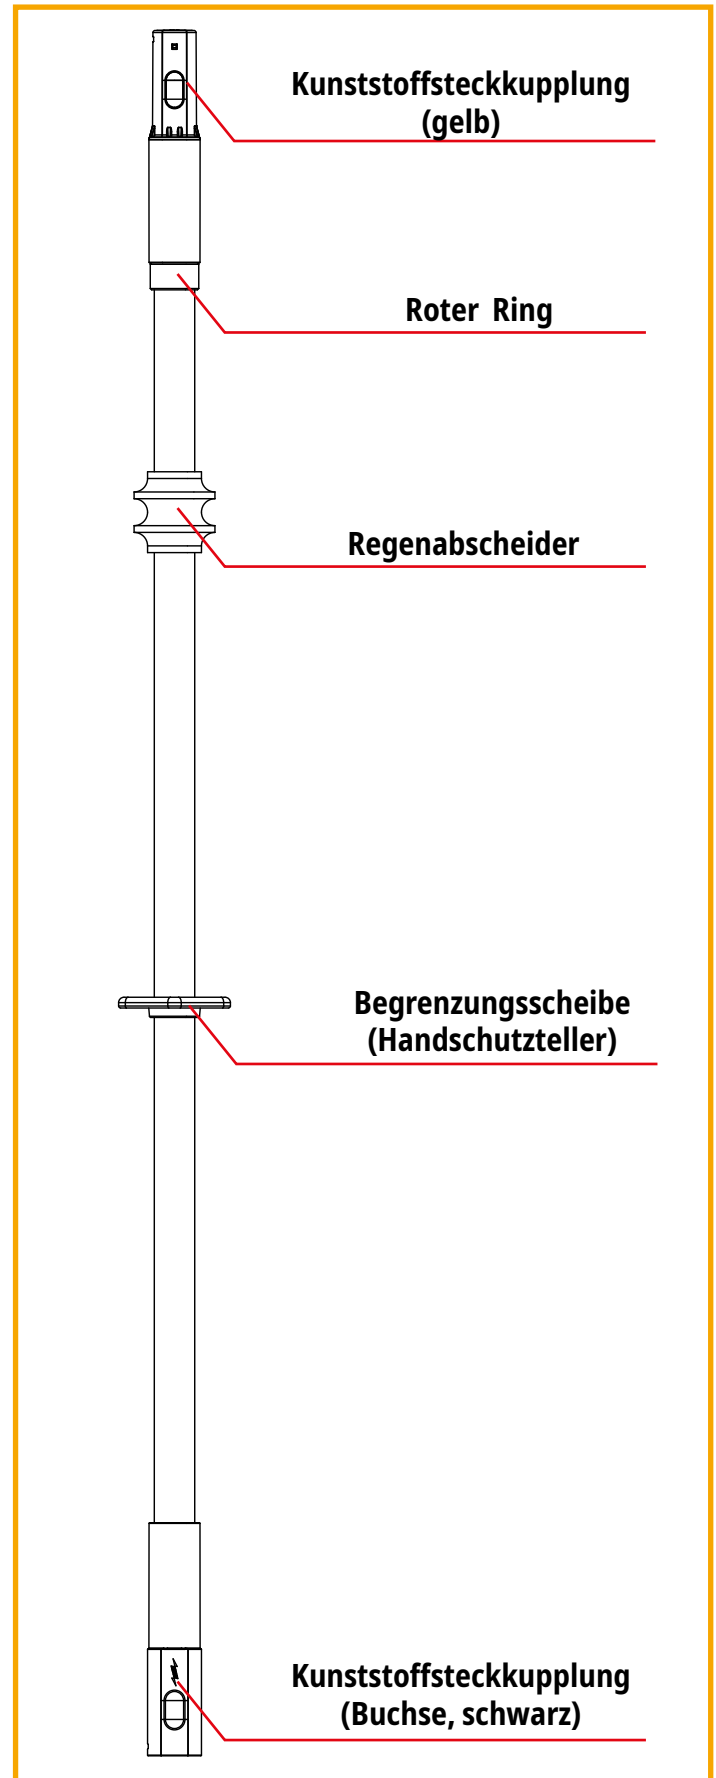

Bild 2
- ➔ Der für die Nennspannung bemessene Isolierteil ist durch die Begrenzungsscheibe und den Roten Ring gekennzeichnet (siehe Bild 2, Seite 8).
In der Anwendung Schaltstangen-Set und Arbeitsstangen-Set dürfen oberhalb vom Roten Ring nur Einzelteile mit gelber Kunststoffsteckkupplung kombiniert, bestückt werden (siehe Bild 2).